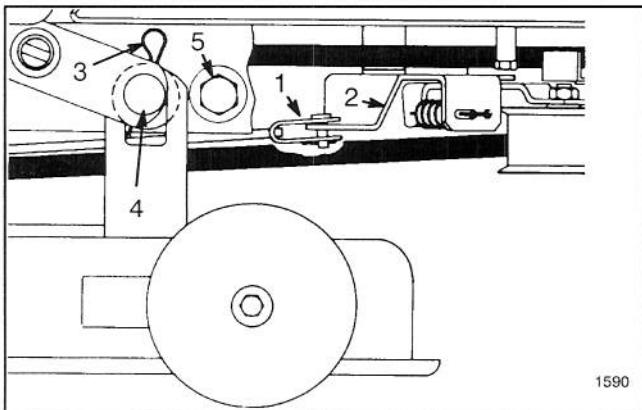

Abbildung 16
9. Splint und Lastösenbolzen entfernen, mit denen die Deckbremssstange am Leitradbügel befestigt ist (Abb. 16).
10. (2) Haarnadelsplinte und Unterlegscheiben entfernen, mit denen das Mähergehäuse an den Montagestiften befestigt ist (Abb. 16). Das Mähergehäuse greifen und zur Seite bewegen, bis es von den Stiften rutscht, dann nach vorne, damit die vorderen Befestigungen herunterfallen können.
5. Kopfschrauben, Halterungen und Sicherungsmuttern entfernen, mit denen die Deckanschläge an jeder Seite des Mäherrahmens befestigt sind (Abb. 16). Das Mähergehäuse zurückschieben, um die Riemenspannung zu lösen.